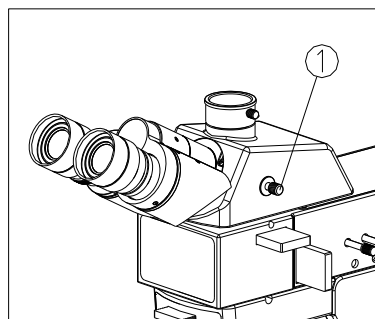

图 20
对于三通观察头，光路选择杆①控制双目和三通的光能比。当光路选择杆①推到最里面时，光线全部进入双目观察筒，拉到最外面时，双目与三通可同时进行观察。一般情况下，进行双目观察时，将光路选择杆推到最里面，而三通观察（摄像、摄影）时，必须将光路选择杆拉到最外面。（如图 20）